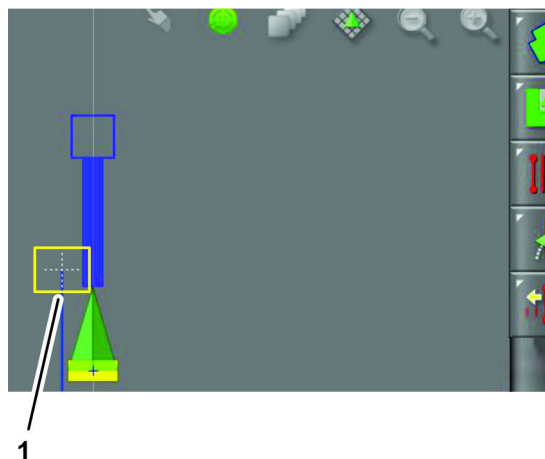

Figura 201
- Na caixa de diálogo “afastamento do ponto de demarcação”, pressione o ícone Confirmar (Figura 201).
Nota: O ponto de demarcação do limite é atualizado no ecrã (Figura 201).